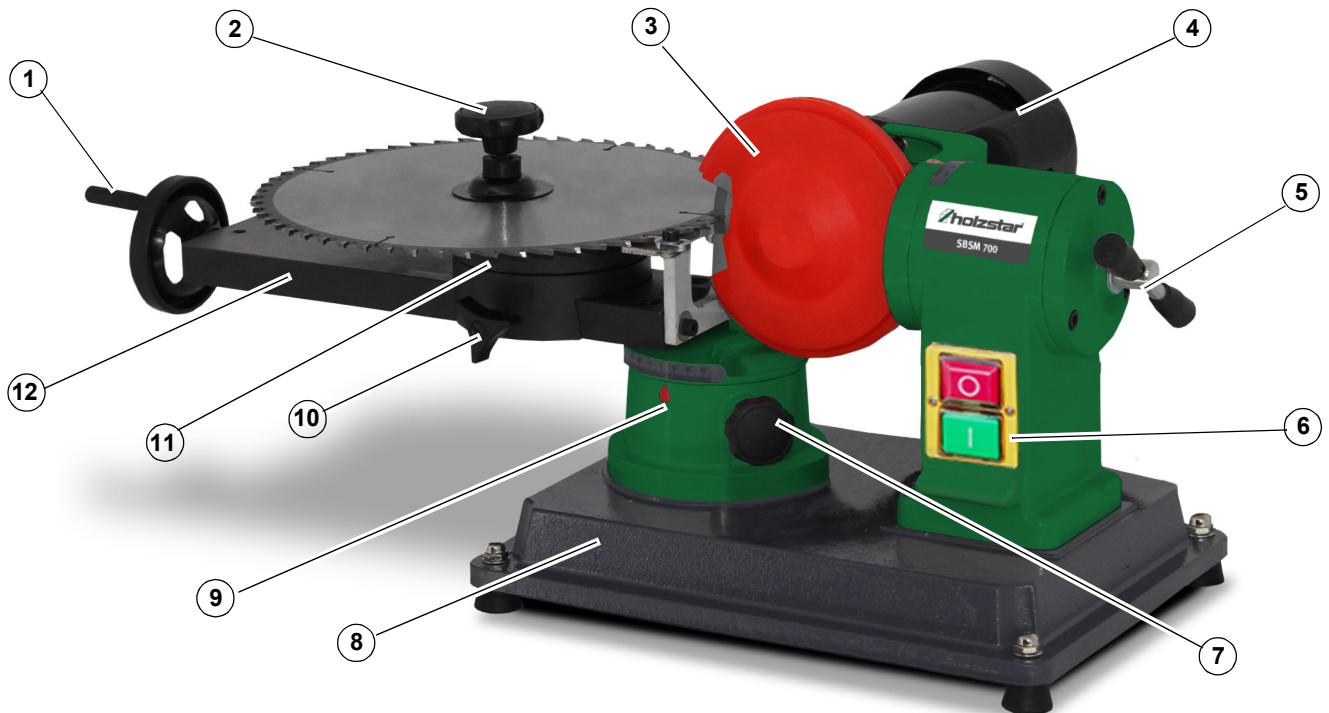

Abb. 4-1: Hauptkomponenten
- Entfernen Sie den Griff und die Stopfbuchse der Sägeblattspannvorrichtung (Pos.2, Abb. 4-1).
- Lösen Sie das Verriegelung-Handrad (Pos. 10, Abb. 4-1), drehen Sie das Handrad entsprechend der Größe des Sägeblattes, stellen Sie den Schieber (Pos. 11, Abb. 4-1) auf die Größe des Sägeblattes ein, ziehen Sie das Handrad zur Arretierung wieder fest.
- Lösen Sie das Verriegelung-Handrad (Pos. 7, Abb. 4-1), damit sich der Drehtisch drehen kann. Wenn Sie den Drehtisch drehen, dreht sich der Schieber (Pos. 11, Abb. 4-1) nach rechts oder links.
- Drehen Sie den Schieber (Pos. 11, Abb. 4-1) entsprechend dem Schleifwinkel des Sägeblatts in die geeignete Position, um den Schleifwinkel der Sägezahnoberfläche zu gewährleisten, und arretieren Sie dann das Verriegelung-Handrad (Pos. 7, Abb. 4-1).
Halten Sie den Motor mit der Hand fest, lösen Sie das Verriegelung-Handrad (Pos. 5, Abb. 4-1), drehen Sie den Motor (Pos. 4, Abb. 4-1) in den gewünschten Winkel gemäß dem Drehpfeil und verriegeln Sie dann das Verriegelung-Handrad.
- ➔ Schalten Sie das Gerät am Hauptschalter (Pos. 6, Abb. 4-1) ein.